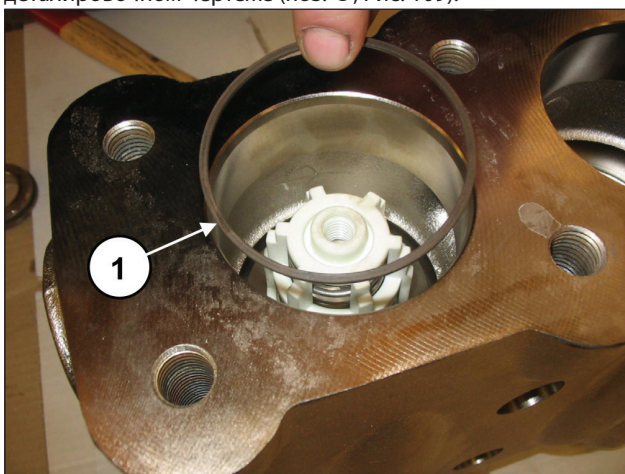

Рис. 109
Вставьте антиэкструзионное кольцо поз. №16 на детализировочном чертеже (поз. ①, Рис. 109).